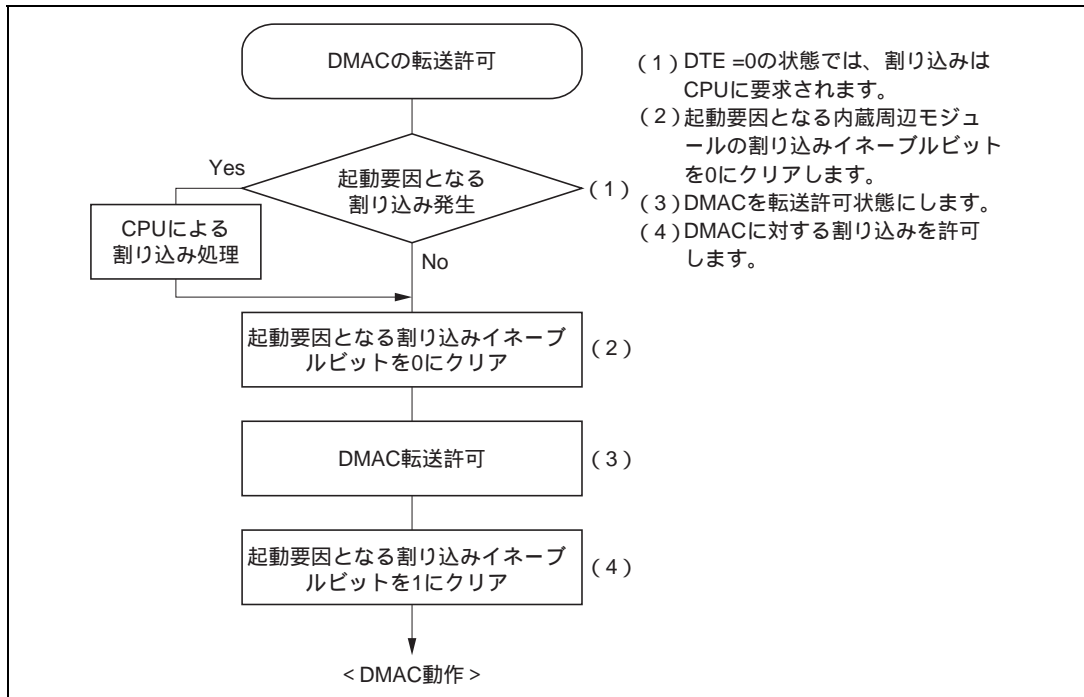

図 7.26 内蔵周辺モジュールが動作中に DMAC を転送許可状態にする場合の手順例
- (1) 内部割り込みでDMACを起動する場合、起動要因を選択してからDMACを転送許可状態にするまでの期間に選択した起動要因が発生しないようにしてください。すなわち、DMACを転送許可状態にした後、起動要因となる内蔵周辺モジュールを動作させてください。内蔵周辺モジュールの動作中にDMACを許可状態にする場合、図7.26の手順で行ってください。
なお、DTE=1なおかつDTME=0の状態では、DMACは停止状態であり、またCPUにも起動要因となる割り込みは要求されません。例えば、NMI割り込みにより、DMACを停止状態にした場合は、起動要因となる割り込みはCPUには要求はされません。このとき、DMAC動作を打ち切る場合には、DTEビットを0にクリアし、CPUに割り込みを要求させてください。DMAC動作を継続する場合には、DTMEビットを1にセットする前後で、図7.26の(2)、(4)の操作を行ってください。